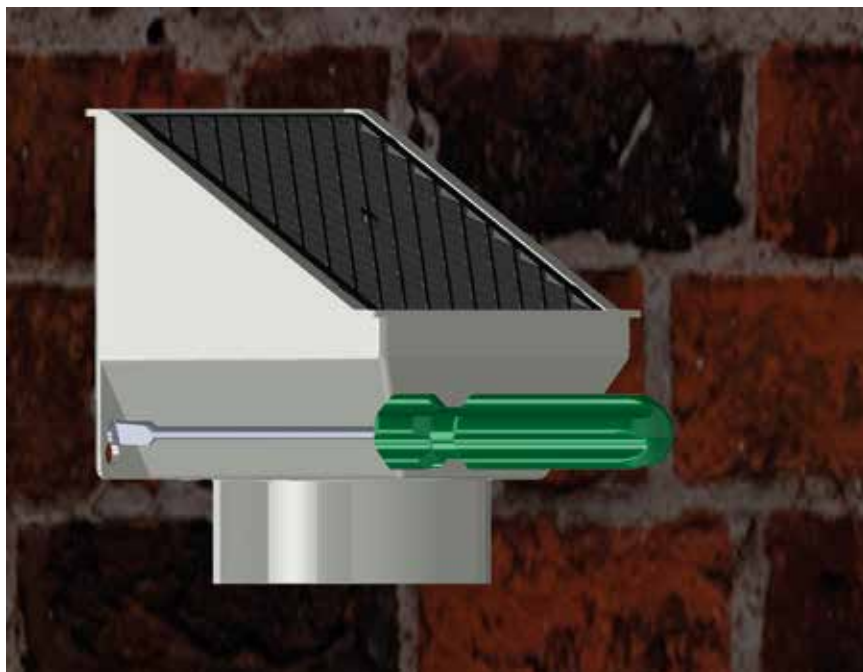

FIG. 07
4. Encaixe o Separador de Folhas e finalize o aperto do parafuso (Fig. 07).